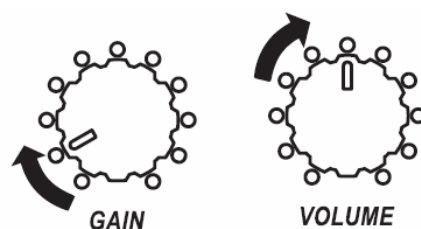

Рис. 8
3) Для настройки нужной громкости, установите регулятор VOLUME усилителя около отметки 5, а затем увеличивайте значение регулятора GAIN (рис. 8).